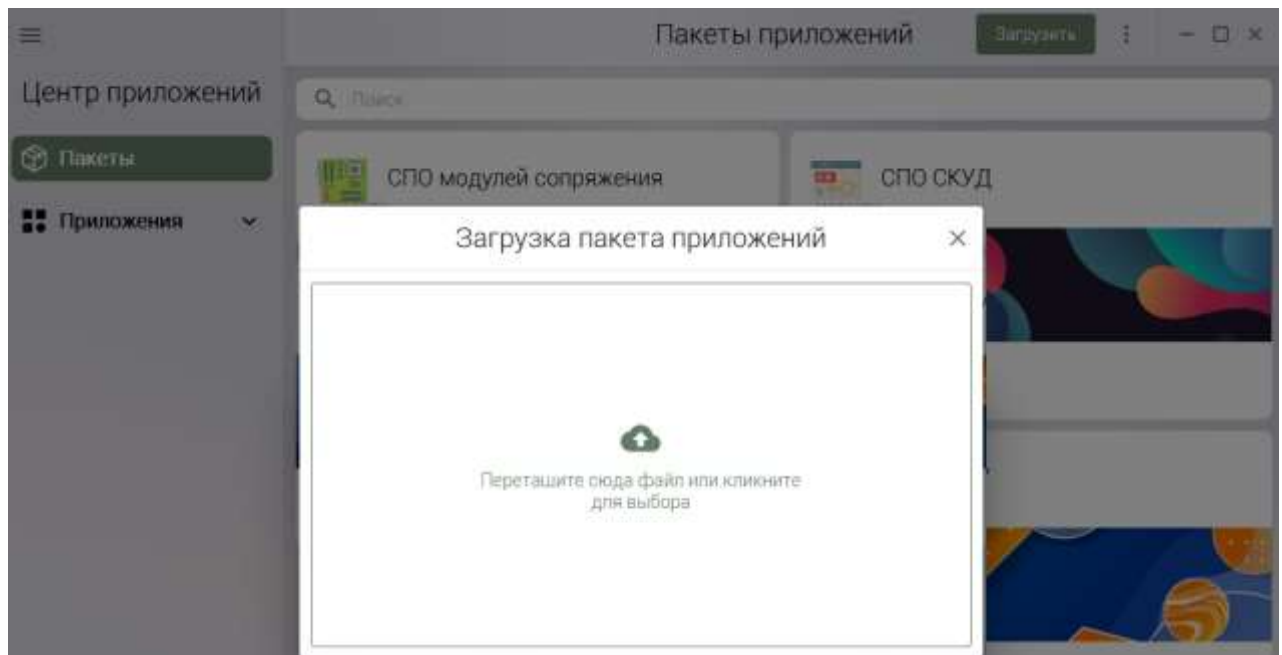

Рисунок 19 — Выбор загружаемого дистрибутива
– в открывшемся окне выбора файла указать путь к компоненту СПО (далее пакет) на дистрибутивном диске DVD-R ЦРПА.2.00397.01.00 «Специальное программное обеспечение интегрированного комплекса технических средств охраны «Равелин» (ДИСК 2/7) (Рисунок 19) и нажать кнопку [Открыть];